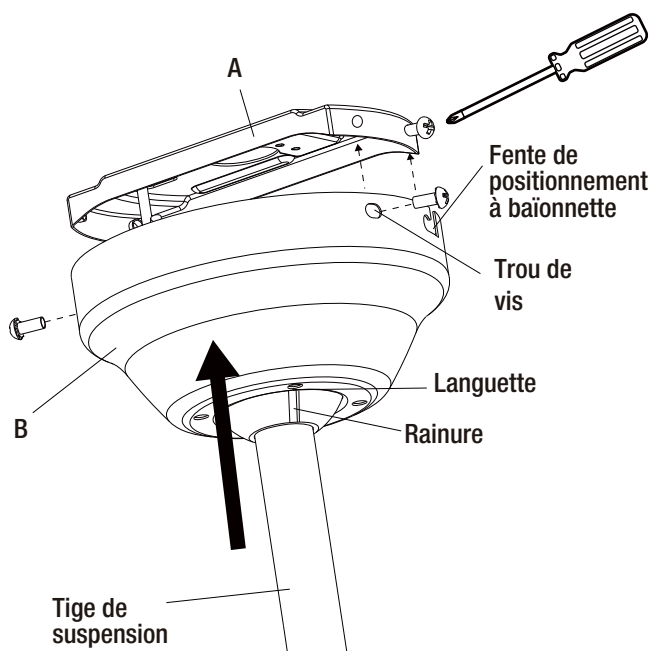

Figure 11
- Une fois les connexions électriques effectuées, décrocher le ventilateur. Faire glisser la garniture de plafond (B) vers le haut sur la tige de suspension en veillant à ce que la rainure du joint à rotule s'enclenche avec la languette du trou d'entrée de la garniture de plafond. Faire glisser les fentes à baïonnette de la garniture de plafond sur les vis situées à chaque extrémité de la plaque de montage (A) et puis fixer le tout à l'aide des quatre vis fournies (figure 11).